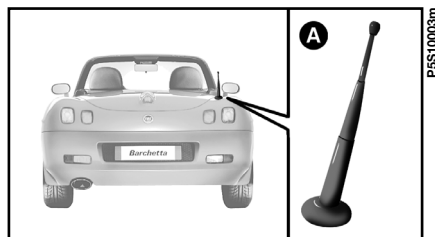

fig. 78
- antenne à deux fonctions à commande électrique (autoradio + téléphone portable) **A-fig. 78** montée dans la partie arrière droite de la voiture;